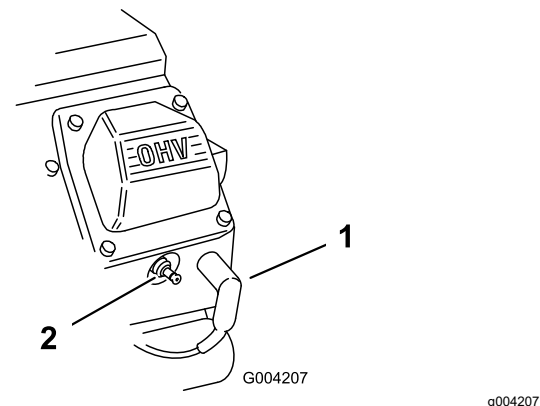

Figura 164
2. Trageți cablurile bujiilor (Figura 164).